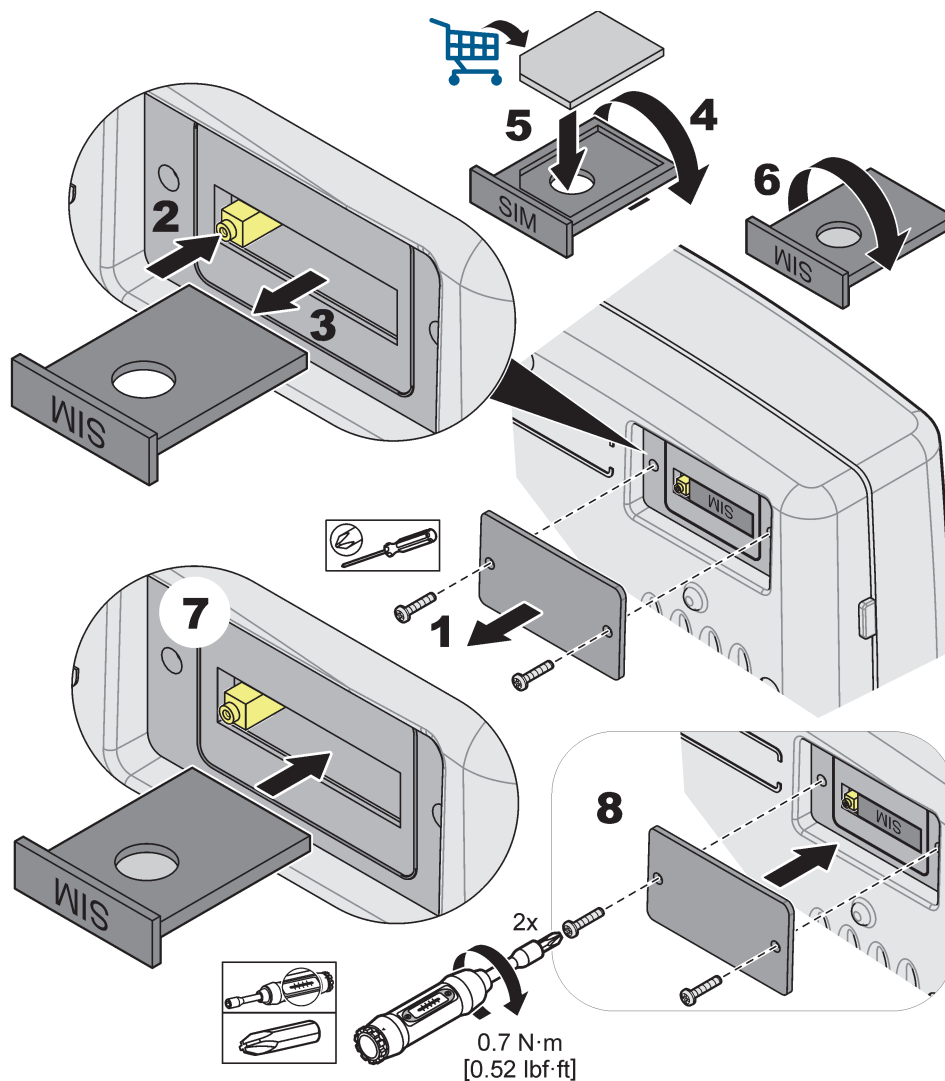

Bild 34 Stecken Sie die SIM-Karte ein.
3. Entfernen Sie die SIM-Kartenabdeckung von der Rückseite des Displaymoduls (Bild 34).